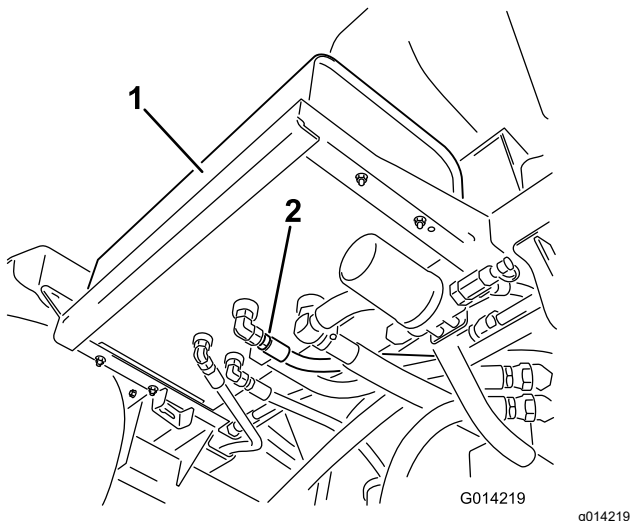

Рисунок 108
2. Очистите зону вокруг штуцера гидравлического шланга в нижней части гидравлического бака (Рисунок 108).
4. Снимите штуцер шланга с бака и дайте рабочей жидкости стечь в поддон (Рисунок 108).